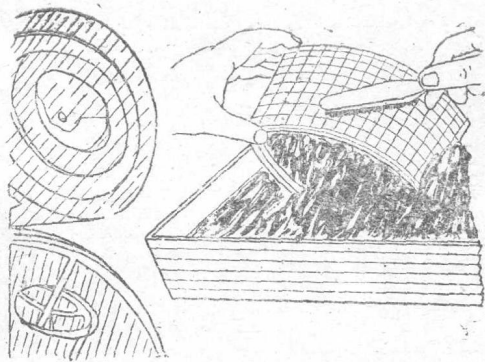

图4 清洗空气滤清器
3. 取出滤芯放入煤油（或汽油）中洗刷（见图4）；并擦净滤网上的汽油；